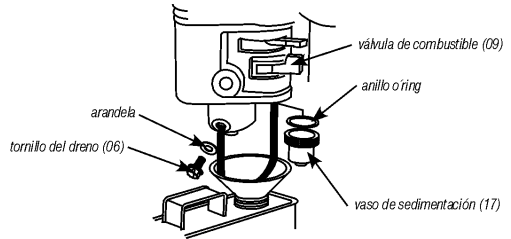

Fig. 32 – Retirando el vaso de sedimentación
- c. *Con auxilio de una llave retire el vaso de sedimentación (fig. 32);*